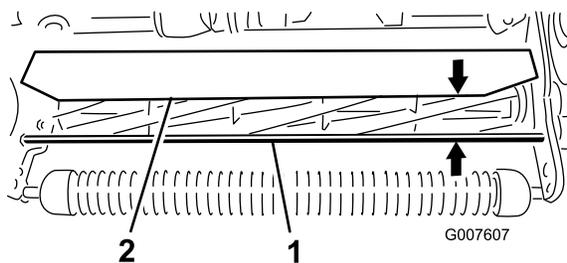

Рисунок 55
- Измерьте расстояние от верха переднего несущего стержня до переднего края щитка на каждой стороне режущего блока (Рисунок 55).